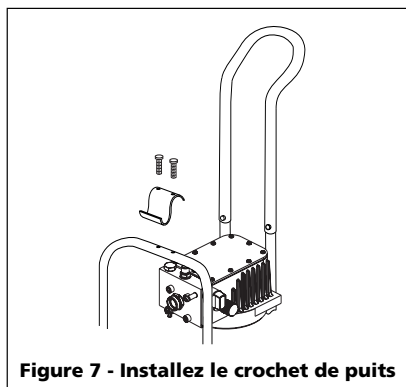

Figure 7 - Installez le crochet de puits
- Alignez les deux trous dans le crochet de puits avec les deux trous sur le dessus du cadre (Voir la Figure 7).